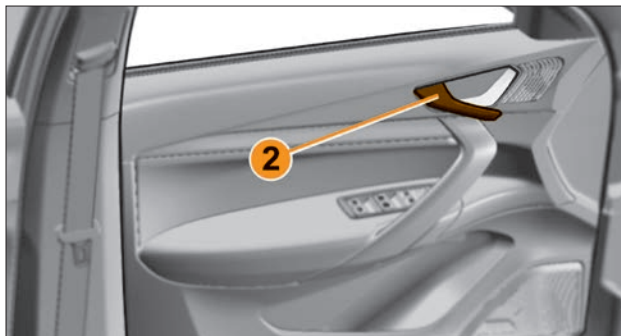

Рис. 1.4.2. Открытие боковых дверей изнутри
**Передние и задние двери:** потяните ручку двери 2 (рис. 1.4.2) на себя и откройте дверь.